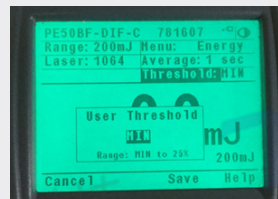

图7
- 6 能量探头可以设置显示阈值，如下图7中的MIN可以改为百分数，也就是可以设置在量程范围的百分比作为最小值来显示。这可以避免一些震动造成能量计的误显示。